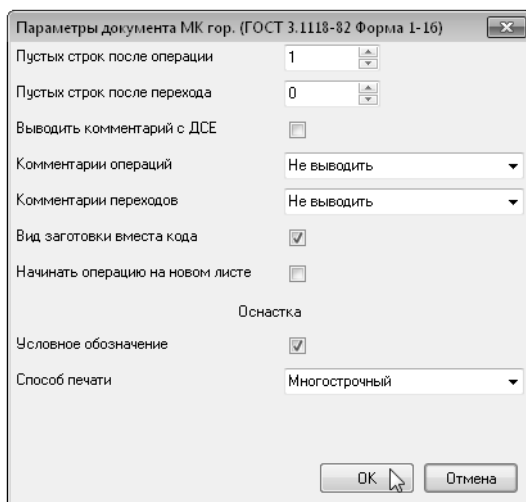

Рис. 9.13.
41. В открывшемся окне установите параметры так, как показано на рис. 9.13 и нажмите кнопку **ОК**.